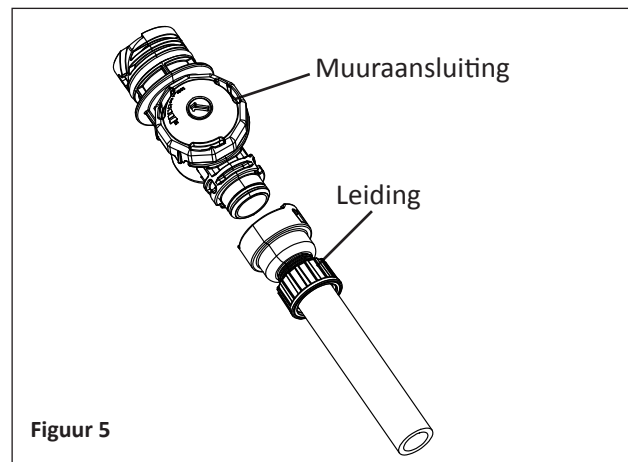

Figuur 3
1. Meet het diepste punt van het zwembad. Zie **Figuur 3**.